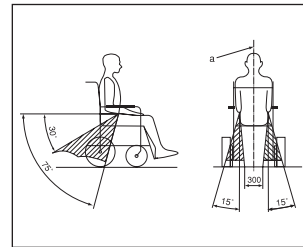

Abbildung 3
- Der Hüftgurt sollte unterhalb der Taille des Benutzers verlaufen. Dabei muss der Winkel zwischen dem Gurt und dem Boden zwischen 30° und 75° (ein größerer Winkel ist günstiger) liegen (siehe Abbildung 3).